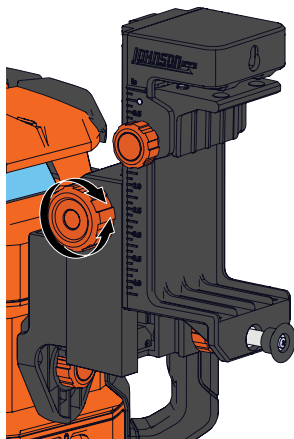

Figura 36
5. Para ajustar la posición del láser, gire la perilla de ajuste de altura más grande. Las mediciones en cada lado del accesorio de montaje en riel (pulgadas y cm) determinan la distancia de compensación del haz del láser con respecto al riel. (Figura 36)